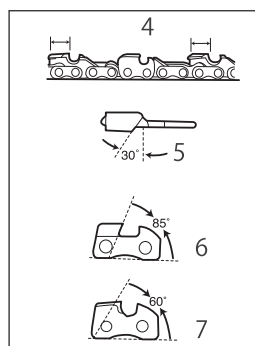

Figure 32
3. Jauge de profondeur standard. S'assurer que chaque couteau a la même longueur et les mêmes angles (figure 32).